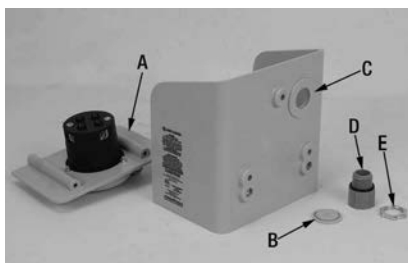

FIGURE 9
2. Glissez l'ensemble de prise NEMA (A) Fig.9 hors du boîtier d'entrée, tel que montré.
3. Localisez le couvercle défonçable rond (B) Fig.9 et poussez-le pour le retirer. Installez la rondelle en plastique (C) à sa place.
4. Localisez le manchon en PVC de 1/2" (D) Fig.9, dévissez la bague de verrouillage (E) tel que montré.